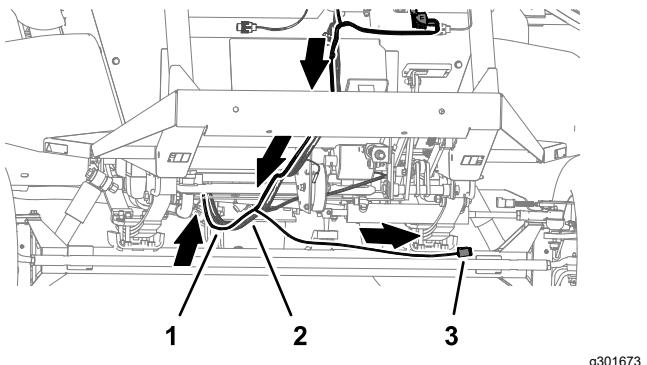

Figura 94
1. Enrute el arnés de cables del kit hacia atrás, junto al arnés de cables de la máquina (Figura 94).
2. Enrute el ramal del arnés de cables que tiene el conector marcado WHEEL ANGLE SENSOR por la parte trasera del tubo del eje delantero (Figura 94).